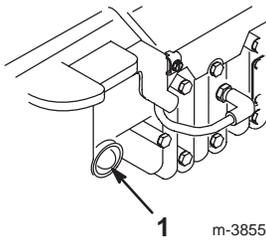

Bild 9
- Drücken Sie die Kaltstarthilfe dreimal, wobei Sie zwischen jedem Drücken eine Sekunde verstreichen lassen sollten (Bild 9).